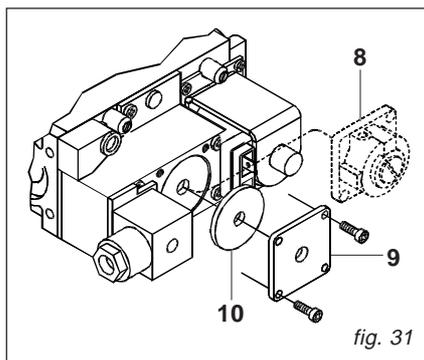

fig. 31
- Procedere alla sostituzione del regolatore di pressione **8** con la piastrina **9** e relativa guarnizione in sughergomma **10** (vedi fig. 31) forniti nel kit di trasformazione.